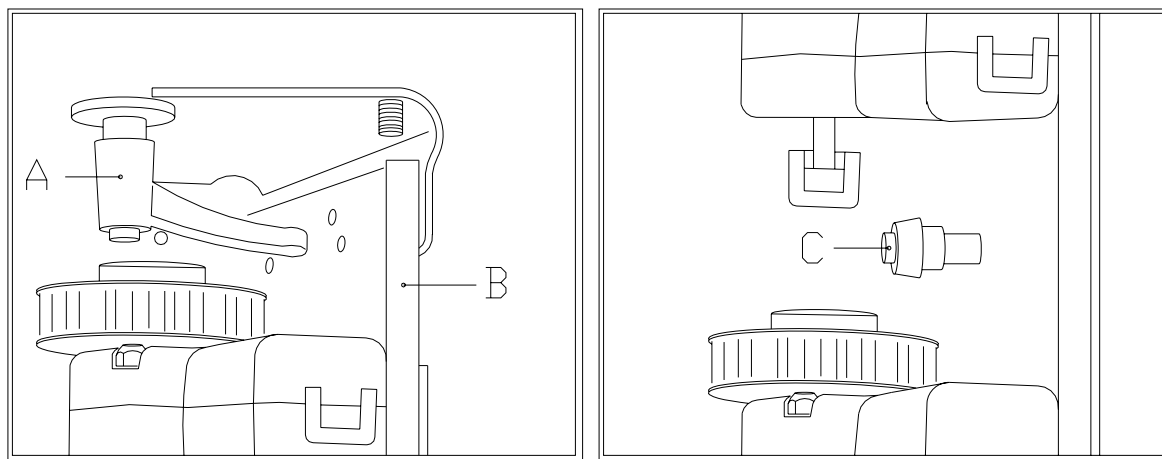
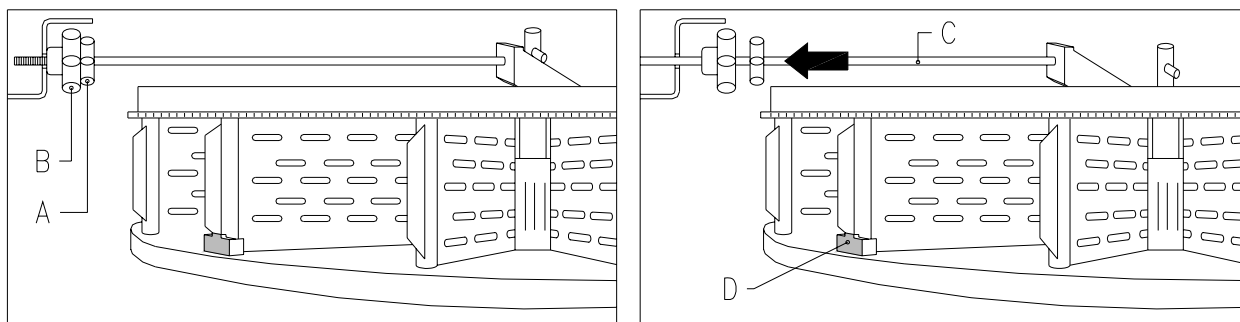

FIG. 6
FIG. 7
### 8.1 EXTRACTION DES PLATEAUX FIG. 6 - FIG. 7
- Desserrer les leviers pos. A FIG. 6, dessus et dessous. Par ailleurs, il est nécessaire de desserrer les 3 goujons pos. C FIG. 6, qui se trouvent le long du montant des moteurs à intervalles réguliers, puis déplacer le groupe moteurs pos. B FIG. 6 de manière à ce que les engrenages se libèrent ;
- Décrocher le tirant de blocage de la colonne et l'enlever, comme illustré dans la FIG. 7 (desserrer tout d'abord le volant A et ensuite le volant B; pousser la tige C vers l'extérieur)
- Approcher le groupe moteurs en veillant à ce que tous les engrenages soient correctement engrenés, cette opération s'avère plus facile en agissant sur les 3 goujons (pos. C FIG. 6), serrer ensuite les deux leviers, dessus et dessous.
<p>Vérifier que l'accouplement entre le moteur et le segment denté n'est pas forcé, pour éviter d'endommager le fonctionnement des moteurs.</p> <p>A l'allumage la machine met automatiquement en rotation tous les plateaux jusqu'à ce que la butée d'arrêt pos. D FIG. 6 ne se trouve devant le capteur, de façon à remettre la machine à zéro.</p>